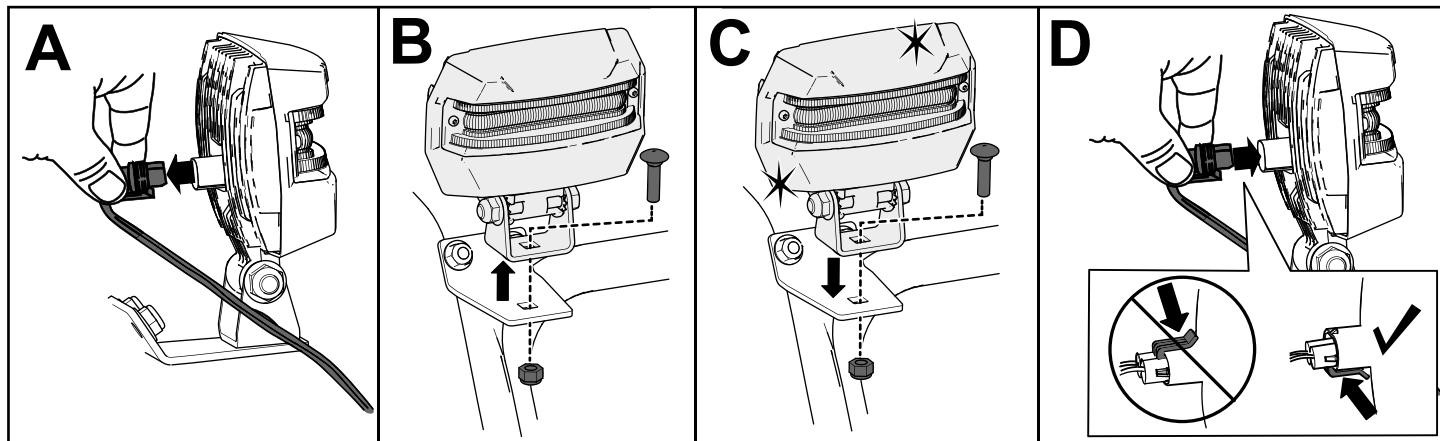

Figura 47
1. Rimuovete il filo del faro anteriore dal retro del faro anteriore (A della Figura 47).
2. Rimuovete il bullone e il dado che fissano il gruppo del faro anteriore sulla relativa staffa e poi smontate il vecchio gruppo del faro anteriore (B della Figura 47).
3. Fissate il nuovo gruppo del faro anteriore sulla relativa staffa con il dado e il bullone rimossi in precedenza (C della Figura 47).
4. Inserite il filo del faro anteriore dritto nel retro del faro anteriore finché non è saldamente in sede (D della Figura 47).